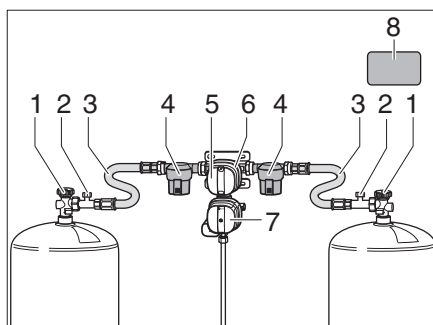
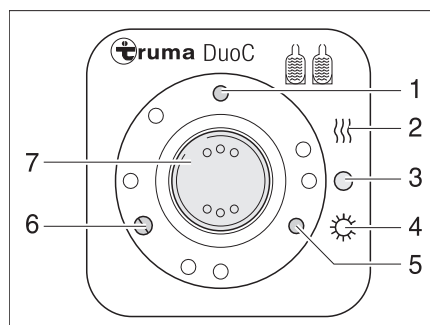
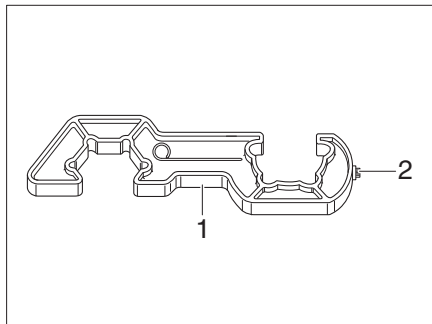
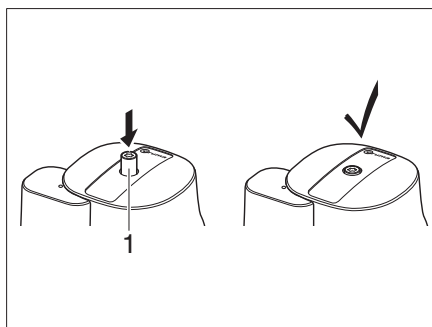

Bild 229 DuoControl-omkopplingsenhet
Bild 230 Kontrollenhet
Bild 232 Skruvhjälp
Bild 233 Crash-sensor
DuoControl-omkopplingsenheten består av en omkopplingsventil (Bild 229,6) och kontrollenheten (Bild 230). Omkopplingsventilen är monterad mellan högtrycksslangarna (Bild 229, 3). Med vredet (Bild 229, 5) på omkopplingsventilen kan man ställa in vilken gasflaska som ska användas som driftflaska och vilken som ska användas som reservflaska.
Omkopplingsventilen (Bild 229, 6) är utrustad med avfrostningsanläggningen EisEx för regulatorer. På detta sätt undviks störningar på gasanläggningen under vintern.
Före omkopplingsventilen finns på båda sidor ett gasfilter (Bild 229, 4) som skyddar gasanläggningen mot oljeläckage och föroreningar.
På kontrollenheten (Bild 230) kan endast de elektriska funktionerna styras.. Gasflaskornas huvudavstängningsventiler (Bild 229, 1) måste öppnas för hand.
Omkopplingsventilen sørjer för ett konstant gstryck, oberoende av vilken gasflaska som används. De båda kontrollamporna på kontrollenheten indikerar driftflaskans tillstånd. När den gröna kontrollampan (Bild 230, 6) lyser är driftflaskan full. När den röda kontrollampan (Bild 230, 5) lyser är driftflaskan tom. Gasen matas sedan via reservflaskan.
- Öppna huvudavstängningsventilerna (Bild 229,1) på gasflaskorna.
- Välj vilken gasflaska som ska prioriteras (driftflaska) med vredet (Bild 229, 5) på omkopplingsventilen (Bild 229, 6).
- Ställ vippkontakten (Bild 230, 7) på "O" (Bild 230, 3). Den gula kontrollampan (Bild 230, 1) slocknar.
- Stäng huvudavstängningsventilerna (Bild 229, 1) på gasflaskorna.
Kontrollamporna på kontrollenheten (Bild 230, 5 och 6) signalerar inne i fordonet om driftflaskan är driftklar.
När den gröna kontrollampan (Bild 230, 6) slocknar under drift och den röda kontrollampan (Bild 230, 5) tänds är gasflaskan, som är vald som driftflaska, tom och måste bytas. Gasförbrukarna försörjs med gas från reservflaskan.
- ▶ Använd den medföljande skruvhjälpen (Bild 232, 1) när högtrycksslängarna ska skruvas på och av. Den säkerställer det nödvändiga åtdragningsmomentet och förhindrar skador på skruvkopplingen på grund av felaktiga verktyg.
- Stäng huvudavstängningsventilen (Bild 229, 1) på den tomma gasflaskan.
- Skruva av högtrycksslängen (Bild 229, 3) från gasflaskan med skruvhjälpen (Bild 232).
- Anslut den fulla gasflaskan till högtrycksslängen (Bild 229, 3).
- Öppna huvudavstängningsventilen på gasflaskan (Bild 229, 1).
- Vrid vredet (Bild 229, 5) på omkopplingsventilen (Bild 229, 6) ett halvt varv för att ställa in att den precis bytta gasflaskan fungerar som reservflaska.
- Tryck på knappen (Bild 229,2) för slangbrottsäkringen på högtrycksslängen för att aktivera den.
- Tryck ev. på återställningsknappen (Bild 233, 1) på crash-sensorn.
- ▶ Beakta säkerhetsetiketten (Bild 229, 8) i gasbehållaren.
- Använd Torx T20 (Bild 232,2) för att trycka in avsäkringsknappen (Bild 233,1) på skruvhjälpen, vrid knappen lätt medurs och håll kvar under 5 sekunder. Crash-sensorn är driftklar när avsäkringsknappen (Bild 233,1) stannar i det nedsänkta läget.
- Tryck kraftigt på den gröna knappen (Bild 229, 2) på högtrycksslangen (Bild 229, 3) när gasflaskan bytts.